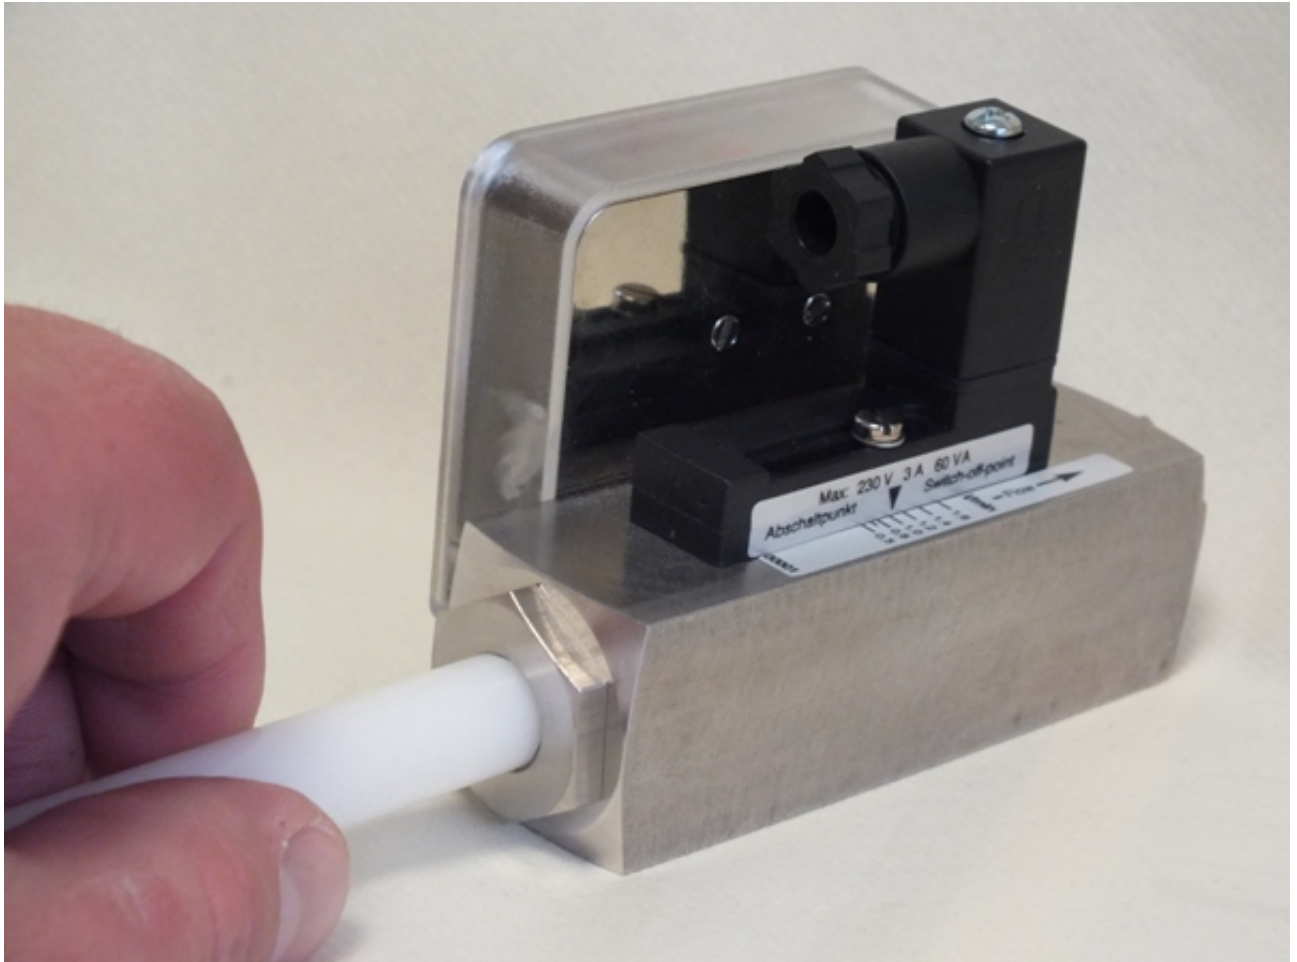

Abb. 61: Gängigkeit prüfen
12. ▶ Schwebekörper durch Druck mit dem Prüfstab (Abb. 61) auf leichte Gängigkeit prüfen